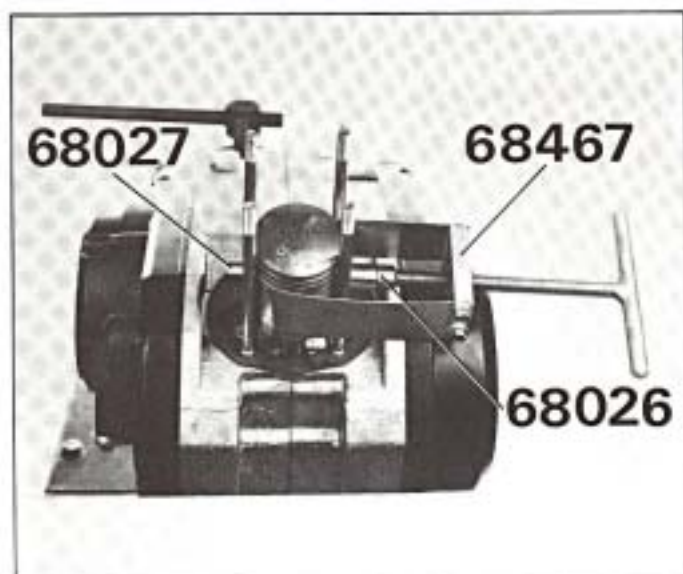

Fig. 6
- Présenter sur la bielle, l'outil 68467 équipé du piston, les lettres d'appariage cylindre-piston côte à côte, (ergots côté admission) (figure 6).